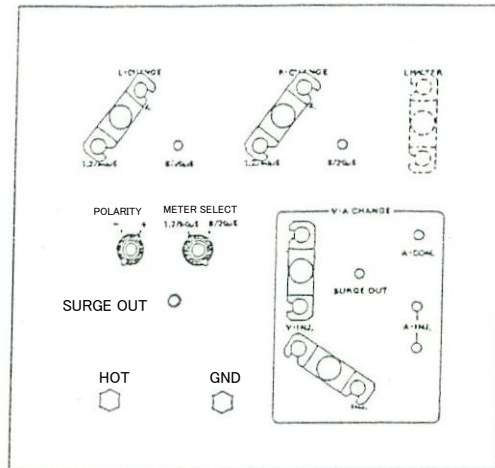

図 13
2. 出力波形切替部を図 13 のように設定します。POLARITY 切替ツマミ⑫で出力サージの極性を選択し、METER SELECT ツマミ⑬は  $1.2/50 \mu s$  に設定します。